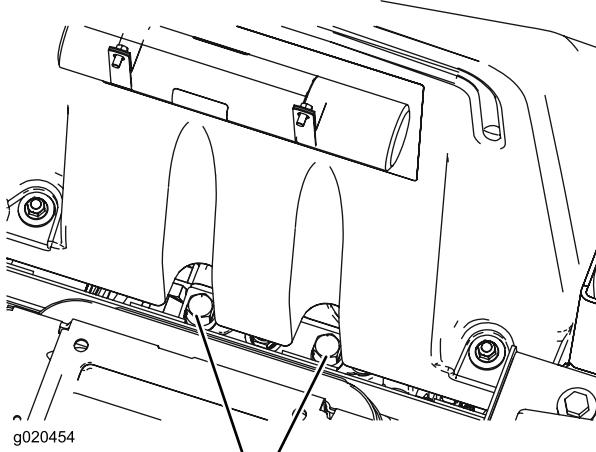

Рисунок 30
- Поднимите сиденье и найдите перепускные клапаны, расположенные под передней частью топливного бака (Рисунок 30).